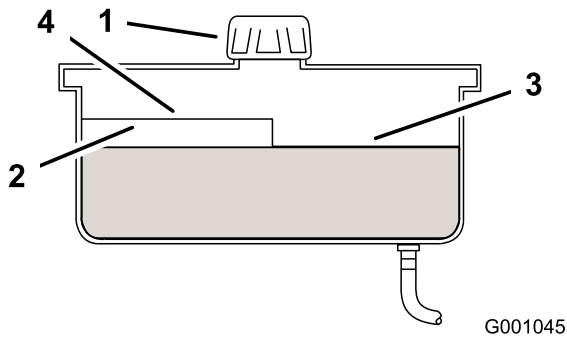

Bild 47
- Reinigen Sie den Bereich um den Einfüllstutzen und den Deckel des Hydraulikbehälters (Bild 47).
5. Schrauben Sie den Deckel vom Einfüllstutzen ab. Schauen Sie in den Stutzen um sicherzustellen, dass Öl im Behälter ist. (Bild 47).
- Hinweis:** Der Füllstand sollte bei heißem Öl die Oberkante der heißen Einfüllmarkierung der Zwischenplatte erreichen (Bild 47).